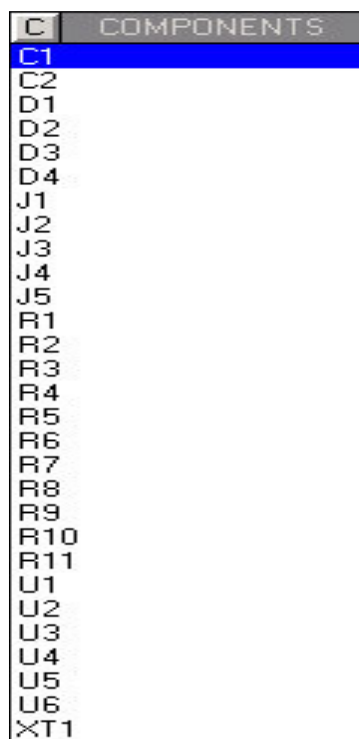

Figura 70: Janela de seletor de objetos com todos os componentes que compõem o circuito.
**Lembrando:** O arquivo **.DSN** deve ser aberto no ISIS, após isto, geraremos o *netlist* e carregá-lo diretamente no ARES, utilizando o comando **Tools > Net List to ARES**. Após carregá-lo, obtem-se no seletor de objetos, todos os componentes que compõem o circuito, conforme a figura 70, e para inserí-los na área de edição basta selecioná-los, e clicar sobre o local que deseja-se inseri-lo.